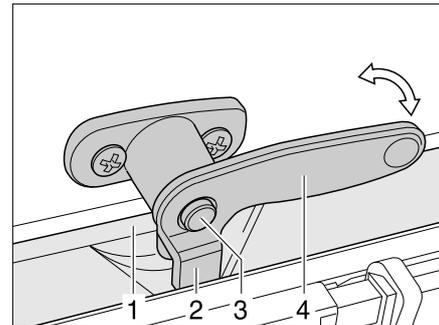

Bild 60 Verriegelungshebel mit Sicherungsknopf in Stellung "geschlossen"
- Falls vorhanden, den Sicherungsknopf (Bild 60,3) drücken und gedrückt halten.